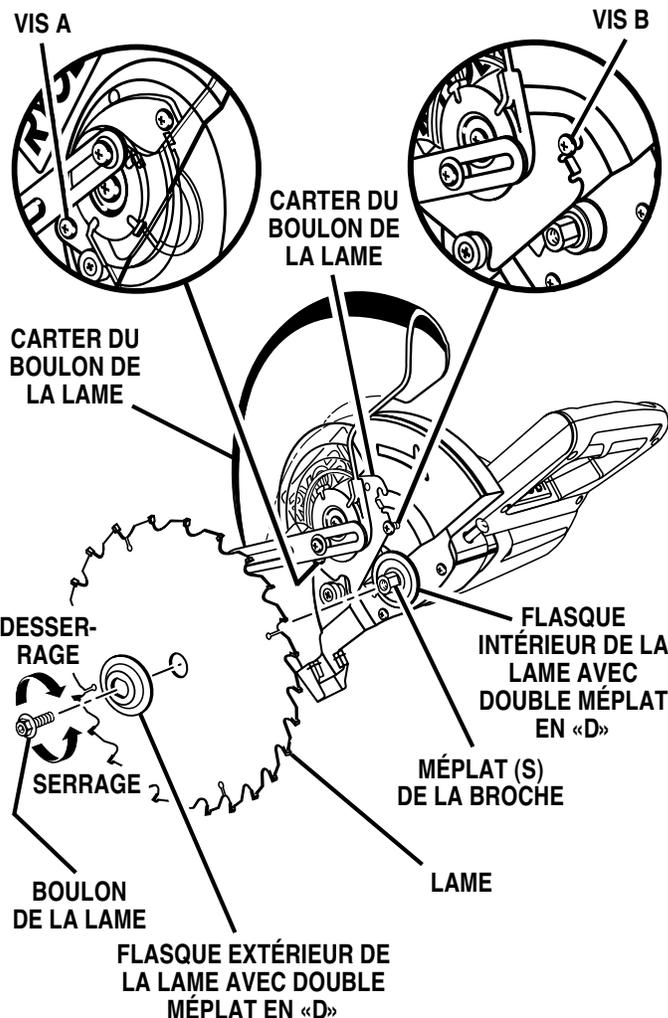

Fig. 16
- Montez la lame à l'intérieur du protège-lame inférieure et sur la broche; les dents de la lame se dirigeant vers le bas à l'avant de la scie, comme l'illustre la figure 16.